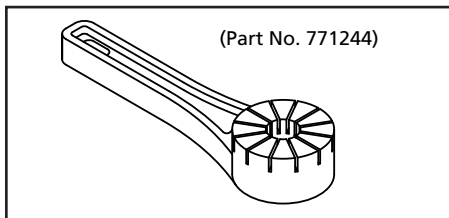

Figure 22
- Pour 6PY35B, 6PY36B, 6PY40A, 6PY41A, 3HJV9, 3HJW2A Retirez le rondelle, au piston et le diaphragme. L'utilisation d'accessoires outil (un outil spécial: Partie n° 771244) pour enlever le centre du disque (voir figures 22 et 23).
- Pour 6PY35B, 6PY36B, 6PY40A, 6PY41A, 3HJV9, 3HJW2A Serrez le centre du disque en utilisant les accessoires outil (un outil spécial: Part No. 771244) (voir figures 22)